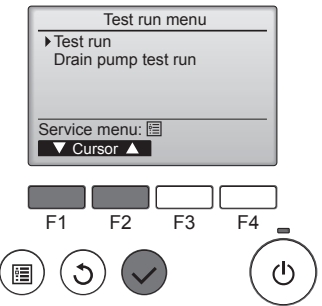

Fig. 7-4
- ④ Selecciona “Test run” (Testar funcio.) com o botão [F1] ou [F2] e prima o botão ②. (Fig. 7-4)